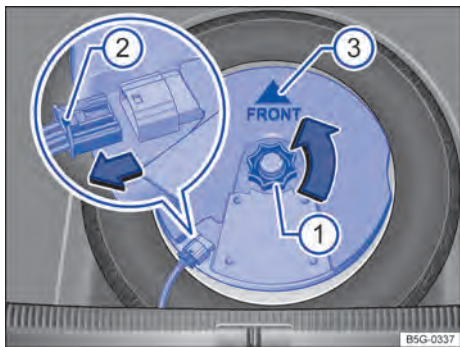

Fig. 256 No compartimento de bagagem: desinstalar o subwoofer (variante 2).
- Desenroscar o manípulo → Fig. 256 ① girando-o no sentido da seta.
- Para destravar o conector, pressionar o travamento na sua extremidade → Fig. 256 ②.
- Colocar o subwoofer cuidadosamente na base do aro. A ponta do símbolo da seta "FRONT" → Fig. 256 no subwoofer ③ deve apontar para frente.
- Encaixar o conector até que o travamento → Fig. 256 ② engate de forma audível.
- Enroscar o manípulo → Fig. 256 ① no prisioneiro girando-o em sentido oposto ao da seta até que o subwoofer esteja seguramente preso.